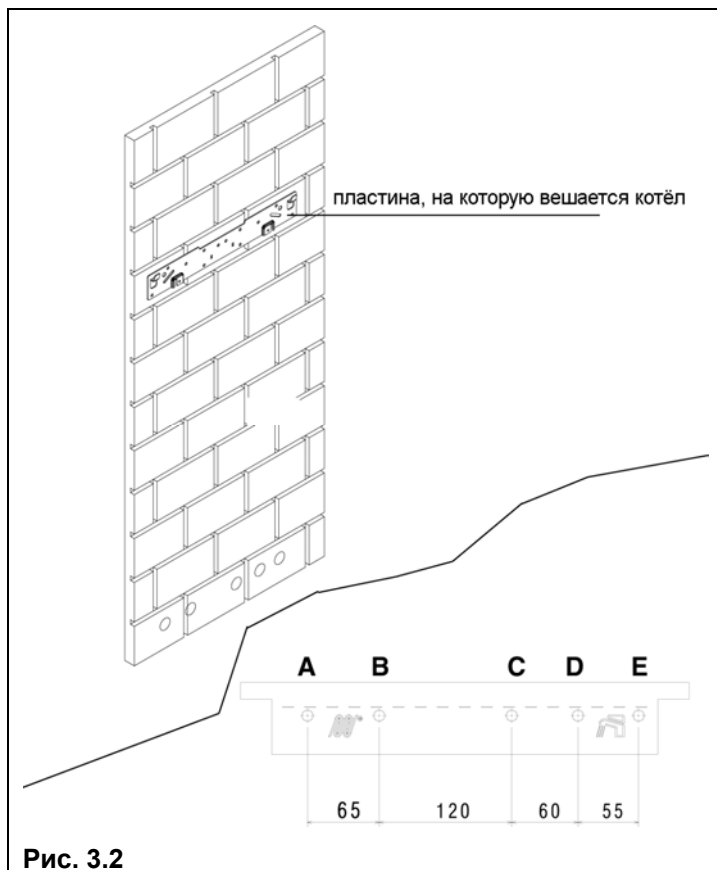

Рис. 3.2
- закрепите кронштейн (F) – рис. 3.2 – на стене и с помощью уровня проверьте, чтобы она находилась в идеальном горизонтальном положении
Чтобы установить температуру воды в контуре отопления на нужное значение, поверните ручку с символом «» (рис. 3.2а) внутрь зоны, разделённой на сегменты.